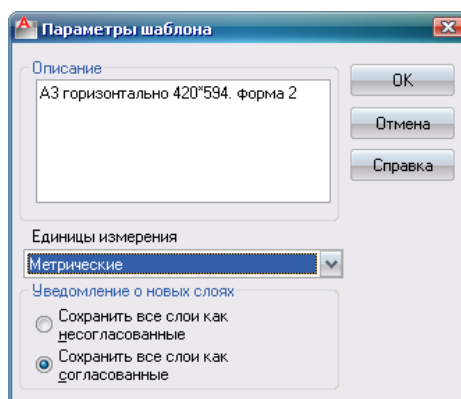

Рис. 2.20
- В диалоговом окне «Параметры шаблона» можно ввести описание формата → ОК (рис. 2.20).